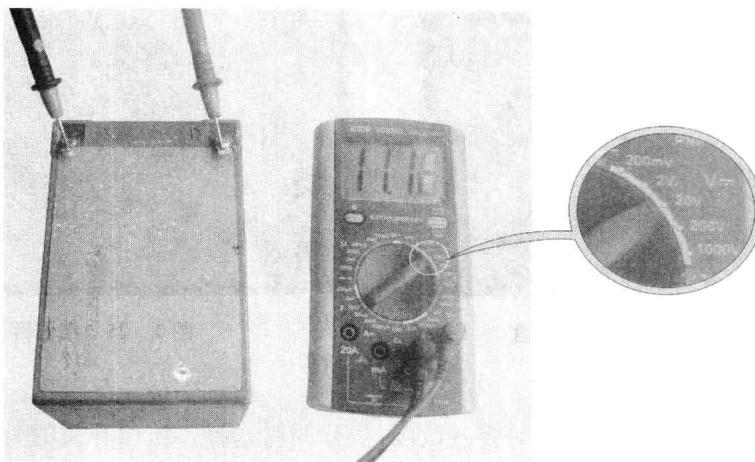

图 1-22 直流电压的检测技巧
由于单体蓄电池的端电压为 12 V,故选择万用表的直流电压 20 V 挡。④ 测量。将红表笔接电源正极或高电位端,黑表笔接电源负极或低电位端,使表笔与被测电路接触点接触稳定,其电压数值可以在显示屏上直接读出。若显示屏显示 11.1,则表明所测电压为 11.1 V。检测技巧如图 1-22 所示,若显示屏显示“1”,则表明量程较小,应适当增大量程进行检查。若数值左侧出现“-”,则表明表笔极性与电源极性相反,此时黑表笔所接的是电源的负极。